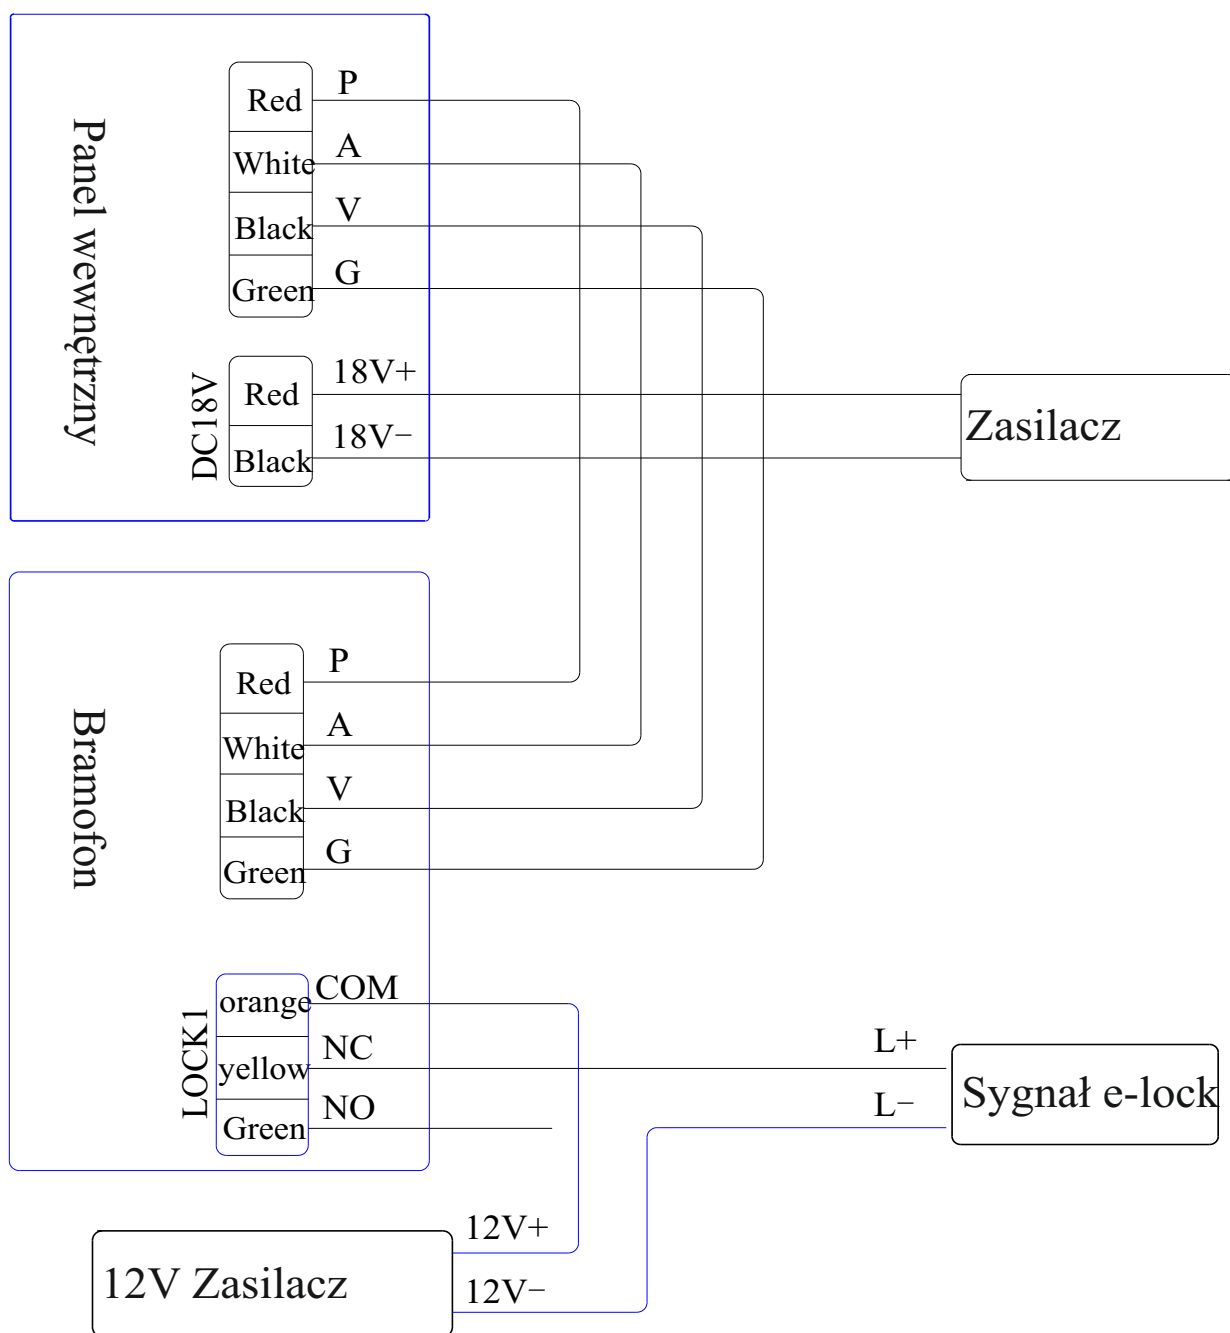

RYS. 5
### (3) Szczegółowy schemat okablowania systemu (RYS.5)